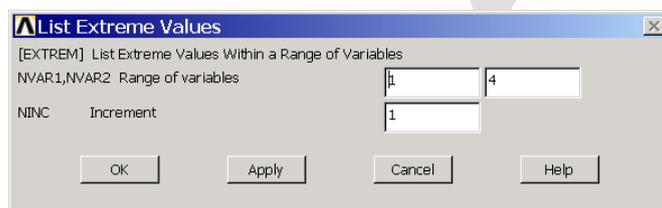

图7.29 列表显示变量极值
(1) 单击 **Main Menu>TimeHist Postpro>List Extremes** 菜单，弹出如图 7.29 所示的【】对话框。